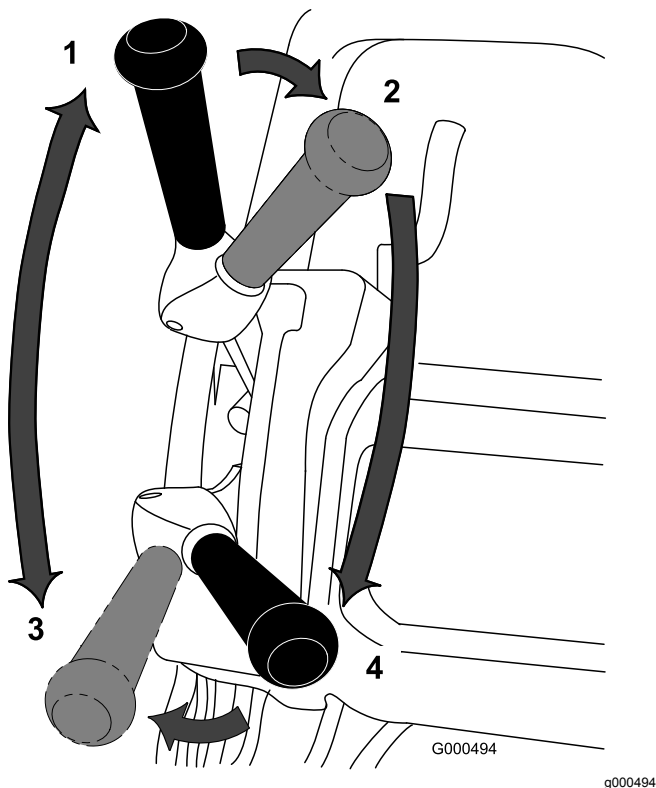

Bild 30
1. Lassen Sie den Motor an, stellen den Gasbedienungshebel auf verringerte Geschwindigkeit, drücken den Holm nach unten, um die Schneideinheit anzuheben, aktivieren die elektronische Sicherheit, schieben den Fahrantriebshebel in die Stellung „EINGEKUPPELT“ und transportieren Sie die Maschine an eine Ecke der Rasenfläche (Bild 30).
2. Bringen Sie den Fahrantriebshebel in die Stellung „Ausgekuppelt“ und kuppeln Sie den Spindelantriebshebel ein (Bild 30).
3. Stellen Sie den Fahrantriebshebel in die Stellung EINGEKUPPELT und geben Gas, bis die Maschine die gewünschte Fahrgeschwindigkeit erreicht hat. Fahren Sie die Maschine auf die Grünfläche, senken die Vorderseite der Maschine ab und beginnen Sie mit dem Mähen (Bild 30).